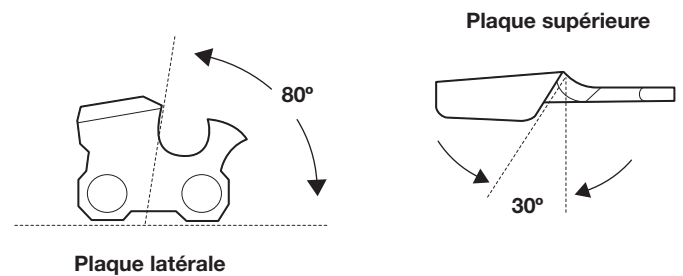

Fig. 33
- Faites quelques mouvements fermes sur chaque dent. Si le limage est correctement effectué, la plaque supérieure sera à un angle de 30° et la plaque latérale à un angle de 80° (Fig. 33). L'utilisation de la lime et du porte-lime adéquats produira automatiquement les bons angles.